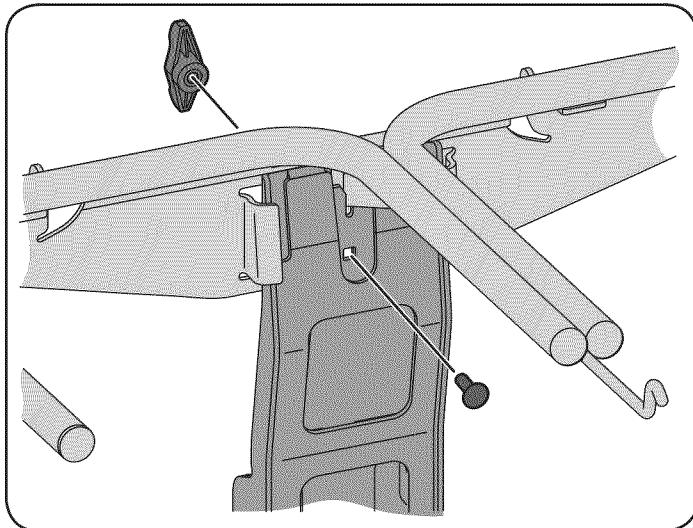

Figure 9
- Instale al ensamble de la suspensión en el soporte vertical utilizando el perno de carroaje de 5/16 "embalado sin apretar con el soporte de montaje en posición vertical. Simplemente Deseche la tuerca de brida embalada con el perno de carroaje y reemplazarlo con la perilla (720-04122) incluida en el paquete de hardware 689-00319. Vea la Figure 9.